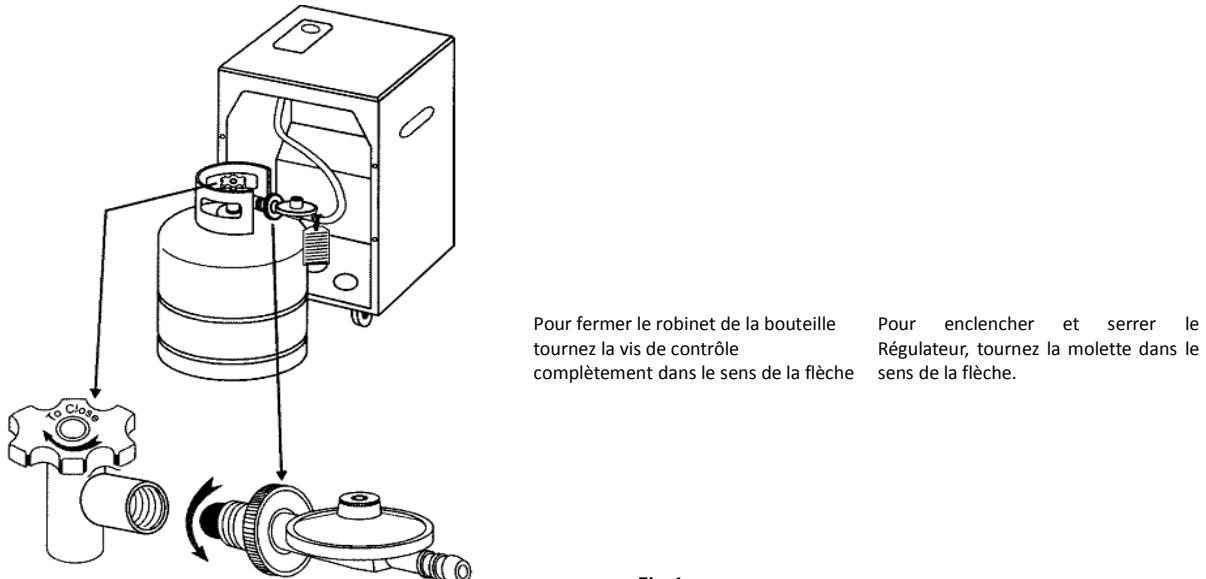

Fig.1
- Vissez le régulateur sur la sortie du robinet de la bouteille de gaz, dans le sens inverse des aiguilles d'une montre. Vissez à la main seulement. N'utilisez pas de clé anglaise. Vissez jusqu'à ce que l'écrou soit complètement bloqué (Fig. 1).